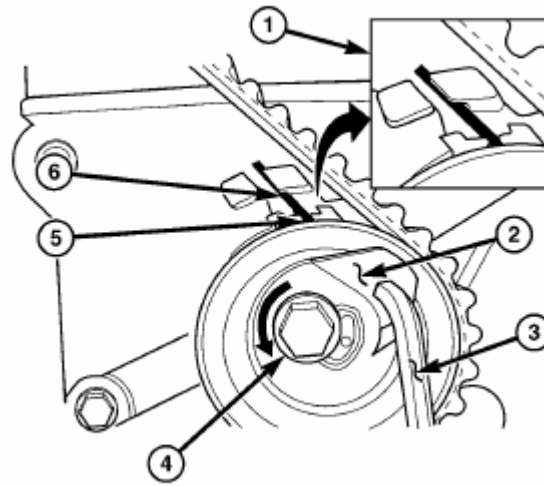

Рис. 108. Регулировка натяжения ремня ГРМ.
(5) Вставить шестигранный ключ на 6мм в шестигранное отверстие на верхней пластине шкива натяжителя ремня. Повернуть верхнюю пластину **ПРОТИВ ЧАСОВОЙ СТРЕЛКИ**. При этом шкив натяжителя будет перемещаться по ремню, а установочная метка натяжителя начнет смещаться по часовой стрелке. Следя за движением установочной метки, продолжайте вращение верхней пластины против часовой стрелки до тех пор, пока установочная метка не совпадет с лапкой пружины (Рис.108). Застопорить верхнюю пластину шестигранным ключом, во избежание проворачивания, и затянуть контргайку натяжителя моментом 30 Н·м (22 фут.фунт-силы). После затяжки контргайки установочная метка и лапка пружины должны оставаться совмещенными.